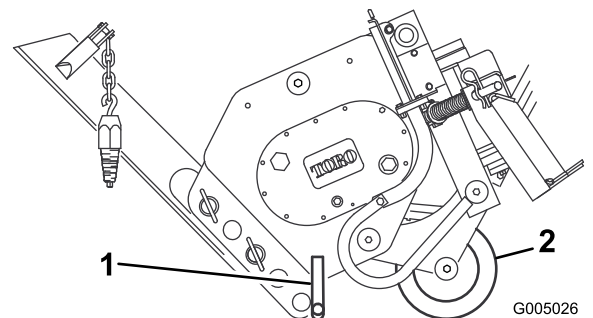

Figura 8
3. Gire la cuchilla hacia arriba y sujétela como en (Figura 8).
4. Incline el arado hacia adelante y bájelo al suelo o sobre el remolque, con el soporte y la cuchilla circular soportando el peso del mismo (Figura 8).